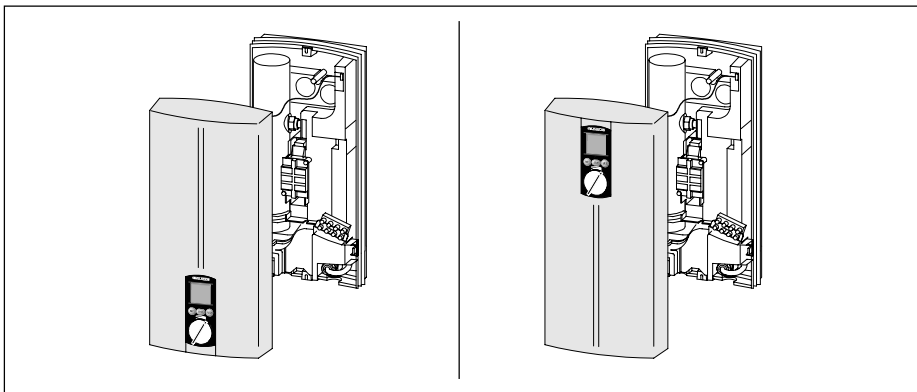

Рис. 9
**⚠** Прибор DHE предназначен для нагрева воды (снабжения питьевой водой). Прибор монтируется в вертикальном положении, в незамерзающем помещении, по возможности недалеко от точек забора воды. (Демонтированные приборы необходимо хранить в помещениях, защищенных от холода, так как в приборе всегда остается вода). При монтаже под раковиной возможно изменение положения крышки корпуса (не задней стенки), как показано на рис. 9.